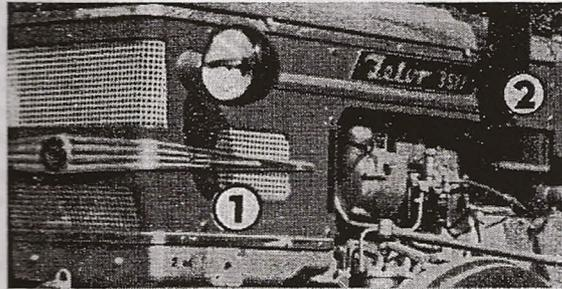

Fig. 61
3. Dévisser les huit vis M 6 (fig. 61/1) serrant la pièce latérale côté droit contre supports et déposer la pièce latérale en bloc avec le phare.
2. En cas des tracteurs Zetor 2511 et Zetor 3511 il est indispensable de déposer la batterie d'accumulateur hors du tracteur et de désaccoupler du câble du rideau de radiateur. En cas du tracteur Zetor 3511 désaccoupler les couvercles latérales droit et gauche (fig. 61/2) en dévissant de deux vis M 6. En dévissant les deux écrous M 8 de deux pattes d'attaches droit et gauche de la batterie d'accumulateurs, il est possible d'enlever le porte-capot arrière. En cas du tracteur Zetor 4511 dévisser les quatre écrous M 8 serrant le support arrière contre le moteur et enlever ce support.
2. Dévisser les huit vis M 8 (fig. 61/1) de deux côtés de la pièce latérale droit et gauche.
Avis: Au démontage du tracteur Zetor 3511 il n'est pas nécessaire de désassembler les couvercles latérales droit et gauche (fig. 61/2).